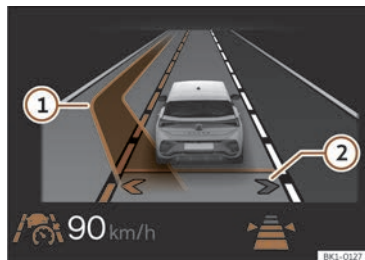

Fig. 136 Na pantalla do quadro de instrumentos: visualización do cambio de carril asistido (representación esquemática).
>>> **fig. 136 ②**
>>> **fig. 136 ②**.